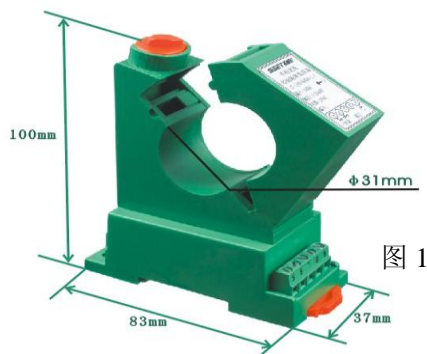
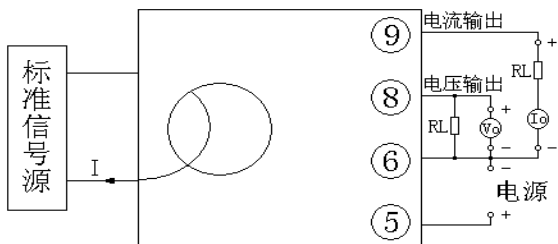

图 1 GS4 型产品外形图
图 6 产品精度试验接线图
- ① 把变送器固定卡槽一侧勾在安装导轨上;
- ② 向下牵动弹簧销(如图 1 底端的红色弹簧销);
- ③ 使变送器卡口套在安装导轨上;
④ 松开弹簧销，变送器即卡在安装导轨上。
- ① 按图 6 中的螺孔位置在固定板上攻丝 M3 螺钉孔;
- ② 使用 M3 的螺钉拧入螺钉孔中固定。